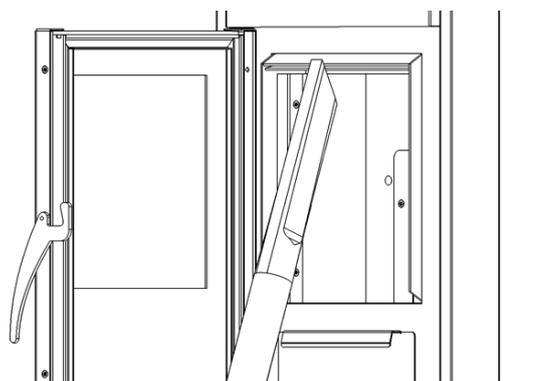

Figure 5
- pour le nettoyage du système d'auto-nettoyage, approcher l'embout de l'aspirateur de la rainure supérieure comme sur la figure 5. Comme cela, vous enlèverez tous les dépôts de suies et cendres susceptibles de gêner le nettoyage automatique de la vitre.